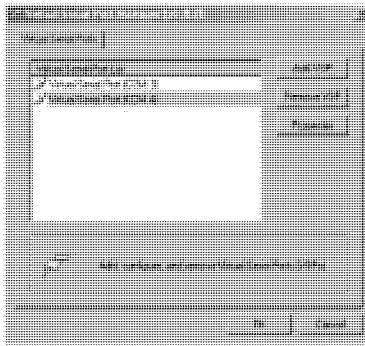

Рис. 10. Окно программы *Virtual Serial Port Manager* с двумя виртуальными последовательными портами (COM3 и COM4)
4. Для каждого локального порта **VS-161HDMI** можно создать свой виртуальный последовательный порт (рис. 10).